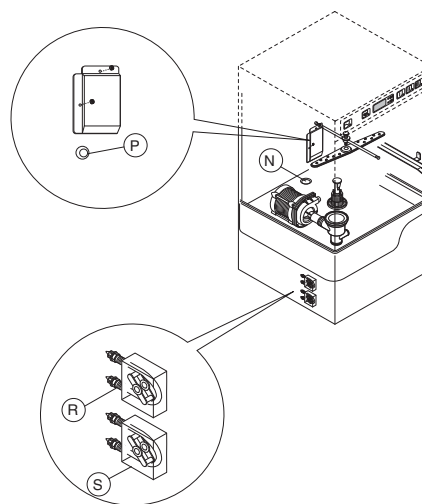

Figura 11
1. Lavavajillas con bomba dosificadora de detergente incorporada (Figura 11).
2. Lavavajillas con bomba dosificadora de abrillantador peristáltica incorporada (Figura 11).
Preajuste para dosificador automático de detergente (Figura 11)